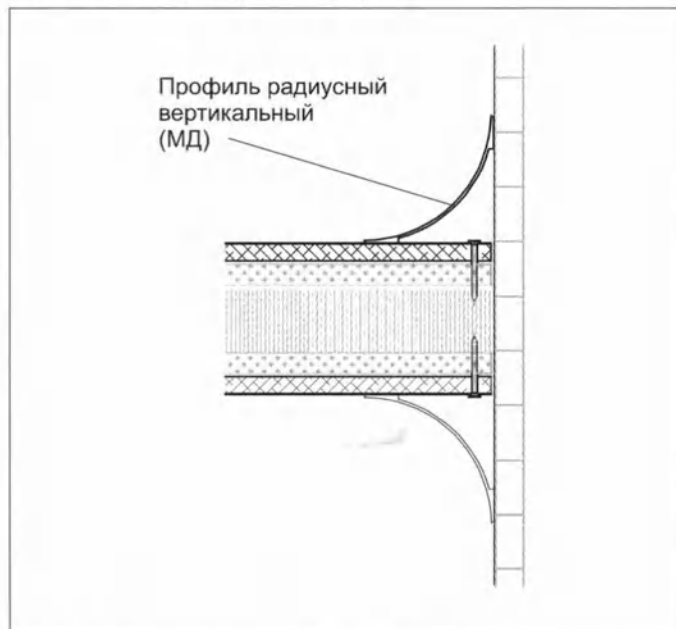

Рис. 9 Закрепление панелей у несущей стены
4.3. Окончание панелей у несущей стены (Рис. 9)